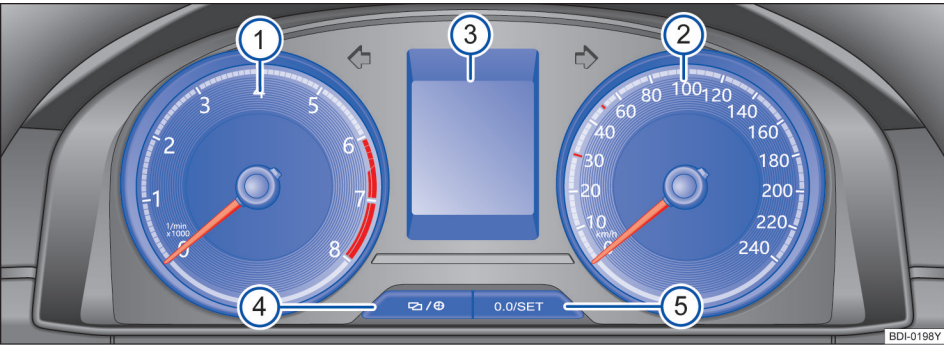

图 9 组合仪表
通过时钟调节按钮④和复位按钮⑤⇒图 9 可以调节小时和分钟。